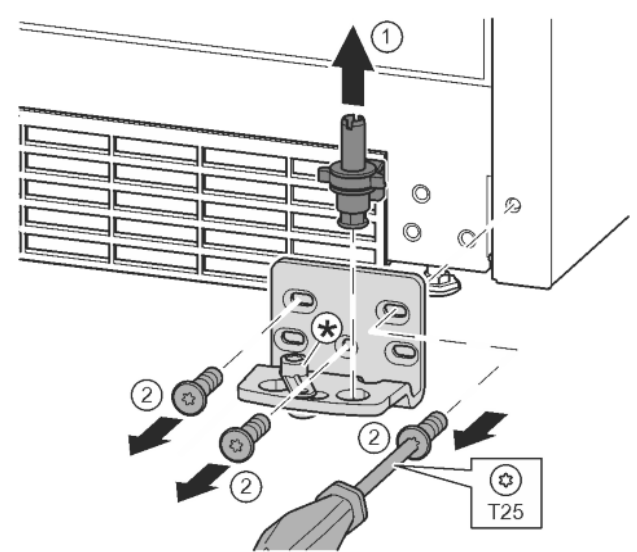

Fig. 17
- ▶ Опорный палец полностью извлечь движением вверх. Fig. 17 (1)
- ▶ Открутить винты отверткой T25 и снять опорный кронштейн. Fig. 17 (2)